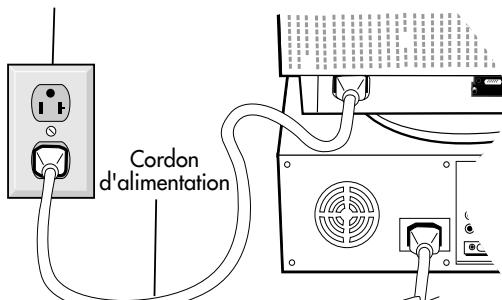

Figure C.1
**REMARQUE :** Pour obtenir un adaptateur de câble MultiSync A500+MC ou MultiSync A700+MC Macintosh, appeler NEC Technologies au (800) 820-1230.
5. Connecter une extrémité du cordon d'alimentation au moniteur MultiSync de série A et l'autre extrémité à la prise de courant (Figure C.1).